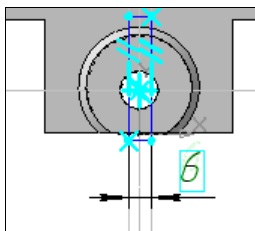

Рис. 18.30. Эскиз паза на бобышке
- ◆ выделите торцевую поверхность бобышки. На той плоскости создайте эскиз прямоугольника шириной 12, высотой больше диаметра бобышки (рис. 18.30);